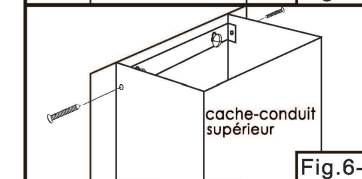

Fig.6-6
- Fixez le cache-conduit supérieur sur l'équerre de support à l'aide des vis de fixation du cache-conduit supérieur. (Fig.6-6)